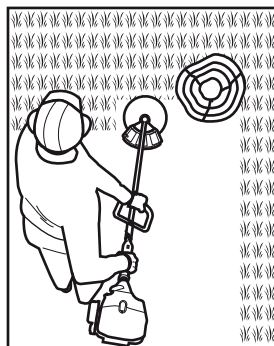

Fig. 25
- > Faites particulièrement attention lorsque vous travaillez à proximité de buissons ou d'arbres: la lame peut endommager les écorces tendres ainsi que les poteaux des barrières (fig. 25).